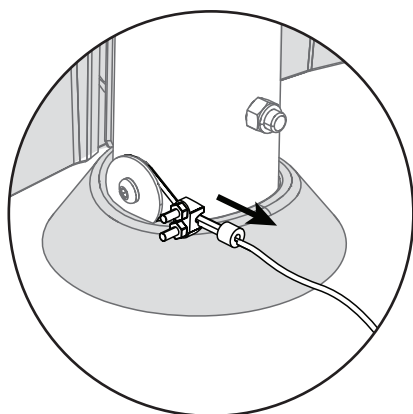
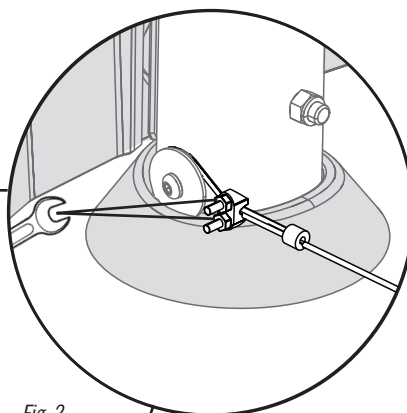
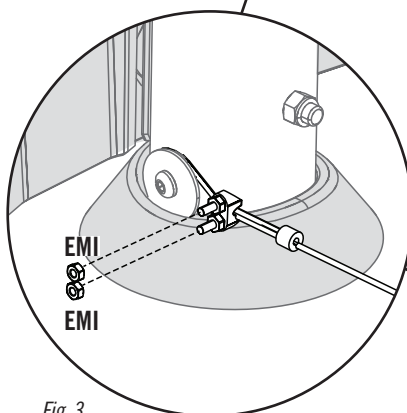

Fig. 1
Fig. 2
Fig. 3
- Now, remove any slack in the cable (**Fig. 1**), then tighten the nuts already on the cable as shown (**Fig. 2**). Secure two additional sets of **nuts (EMI)** (**Fig. 3, 4**) to the cable to cover any exposed threads.
- Maintenant, éliminer tout jeu du câble (**Fig. 1**), ensuite serrez bien les Écrous qui sont déjà sur le câble comme illustré (**Fig. 2**). Attachez deux jeux d'écrous (**EMI**) (**Fig. 3, 4**) supplémentaires au câble pour couvrir du filetage exposé.
- Ahora, elimine cualquier distensión en el cable (**Fig. 1**), entonces apriete las tuercas ya están en cable como se muestra (**Fig. 2**). Sujete dos juegos de **tuercas (EMI)** (**Fig. 3, 4**) adicionales al cable para cubrir cualquier rosca expuesta.